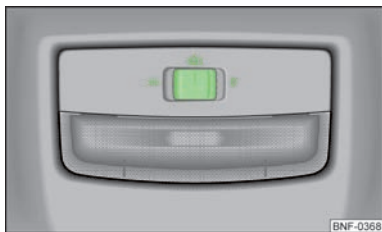

Fig. 25
- Premere l'interruttore in posizione  » fig. 25.
- Premere l'interruttore in posizione **O** » fig. 25.